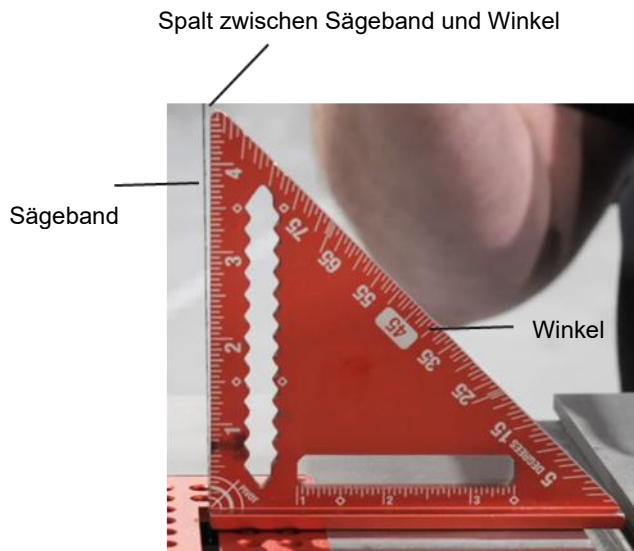

Abb. 38
2. Setzen Sie einen Winkel an das Sägeband an und prüfen Sie, ob das Sägeband im 90°-Winkel zum Tisch steht. Wenn zwischen dem Sägeband und dem Winkel ein Spalt besteht, wie abgebildet (Abb. 38), erfüllen Sie die folgenden Schritte.